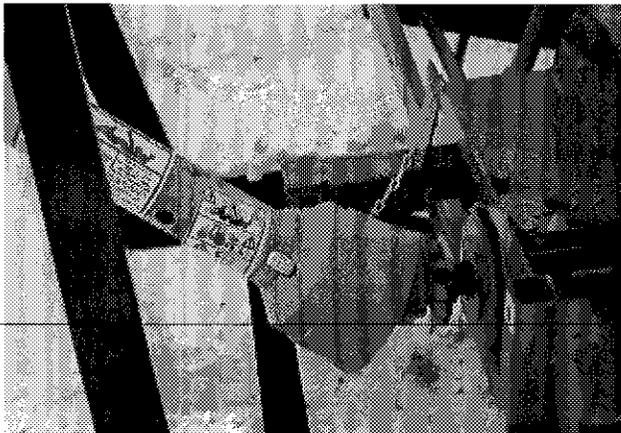

Figure 18
- 4) Installez l'arbre de commande sur la boîte d'engrenage (ou sur le réducteur de RPM). Vous devez relier le côté du boulon de cisaillement de l'arbre de commande à la souffleuse et l'autre côté sera relié à la prise de force du tracteur. Fixez ensuite la chaîne de sécurité empêchant le protecteur de tourner (Fig. 18). **ATTENTION:** L'arbre de commande ne doit en aucun cas être soumis à une pression de refoulement lorsque la souffleuse est installée sur le tracteur et il devra toujours y avoir un engagement d'au moins 6" d'une section sur l'autre. Au besoin, réajustez la position du 3-points.